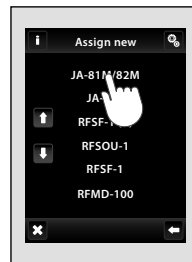

fig. 62
• **Detectors OASIS** (fig. 62):